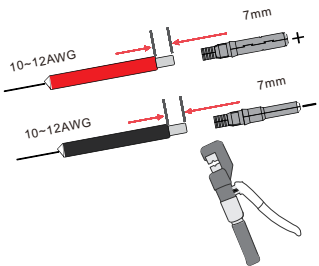

Figure 4.1-4 Sertissage de la borne sur le câble
Étape 2. Sertissez les bornes métalliques avec une pince à sertir, comme illustré à la Figure 4.1-4.